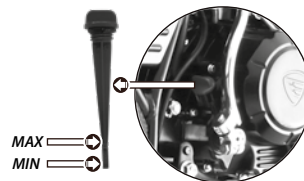

Imagen 15. Tapón-bayoneta del cárter.
2. Localizar el tapón-bayoneta del cárter en la parte inferior derecha de la **RC 150** (ver imagen 15).